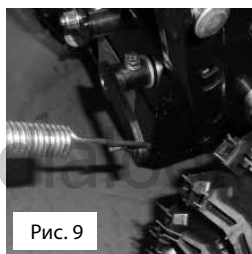

Рис. 9
- Зацепите пружину троса шнека за пластину на трансмиссии (рис. 9).